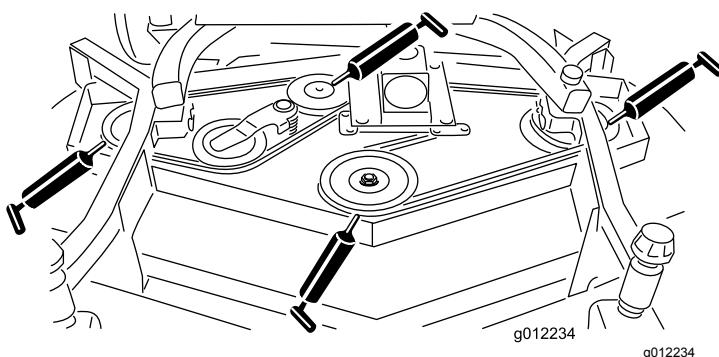

Figura 20
- Rolamentos do eixo do braço intermédio (Figura 20)
- Rolamentos do eixo (3) (debaixo da polia) (Figura 20)